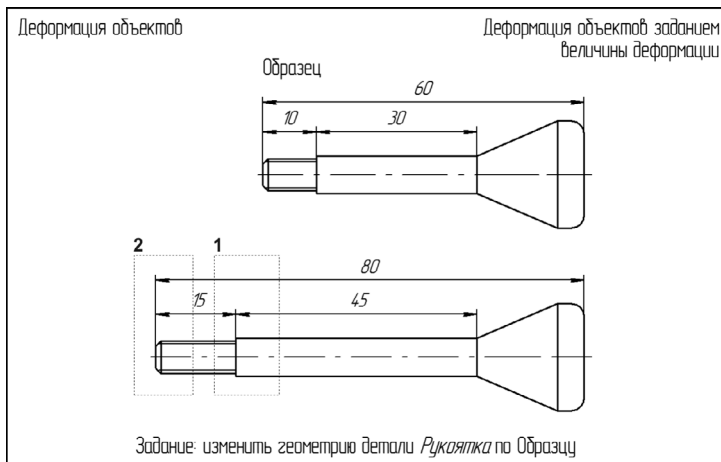

Рис. 19.10. Задание к Упражнению 19.3
- 1.2. Постройте рамку выбора, как это показано в Задании (рамка 1 на рис. 19.10).
- 2.1. Постройте рамку выбора, как это показано в Задании (рамка 2 на рис. 19.10).